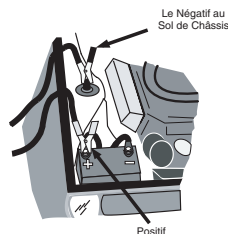

Figure 1
- Déterminer quelle borne de la batterie est mise à la masse (reliée au) sur le châssis. Si la borne négative est mise à la masse sur le châssis (comme dans la plupart des véhicules), voir la figure 1 et l'instruction "5a". Si la borne positive est mise à la masse sur le châssis, voir la l'instruction "5b".